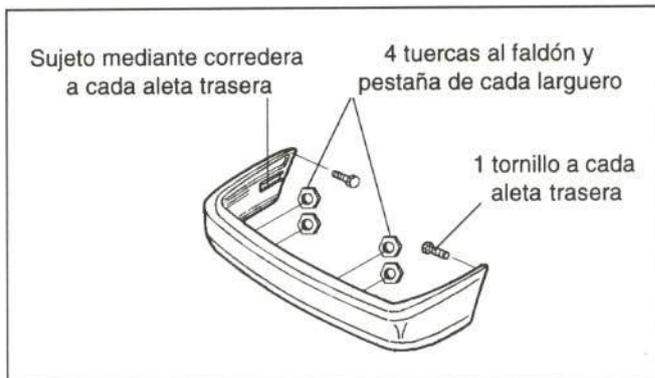

Figura 53.- Fijación del paragolpes trasero
En la figura 53 se muestra la sujeción de esta pieza, y en la 54 la comercialización de sus elementos más importantes.
- Paragolpes trasero (figura 53)